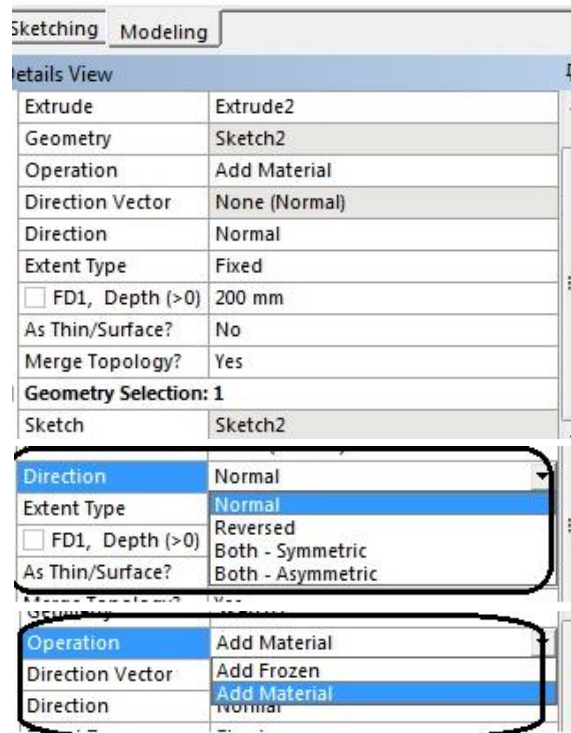

Рис. 9. Операція *Extrude*
3.3.10. На панелі меню вибираємо кнопку **Extrude** (рис. 9) для видовження побудованого ескізу рейки, а у вікні **DV** задаємо його точну довжину.